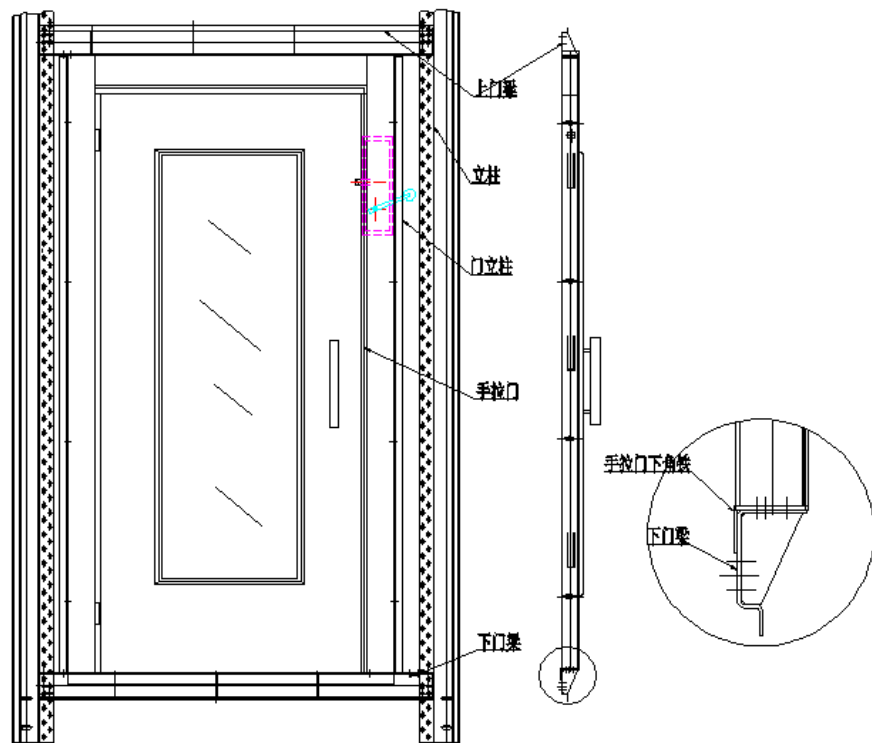

图 14-6
14.2.1.1 左右钢板/不锈钢手拉门是在侧面和层门下端有孔, 当手拉门安装在钢井架上时, 先在钢井架上下门梁之间安装门立柱, 手拉层门下端角铁, 应紧贴下门梁侧面壁。安装上下手拉门时, 无需安装门立柱, 直接安装钢井架上下门梁之间, 手拉层门上下下端都有角铁, 应紧贴上下门梁侧面壁孔连接, 见图 14-6。